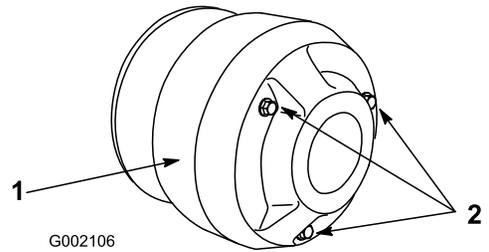

Figura 46
- Retire los 3 pernos que fijan la cubierta al embrague, y retire la cubierta (Figura 46).